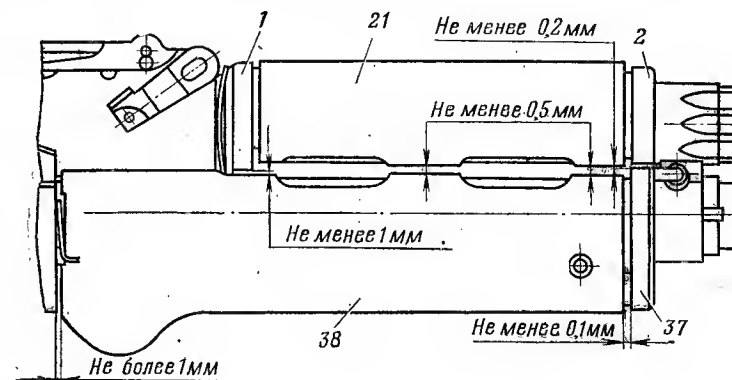

Рис. 70. Подгонка нового цевья и ствольной накладки:
4. Проверить зазоры между ствольной накладкой и цевьем. Если зазоры окажутся менее указанных на рис. 70, зачистить нижние плоскости ствольной накладки.
5. Проверить зазоры между цевьем и ствольной накладкой. Если зазоры окажутся меньше указанных на рис. 70, зачистить нижние плоскости ствольной накладки.